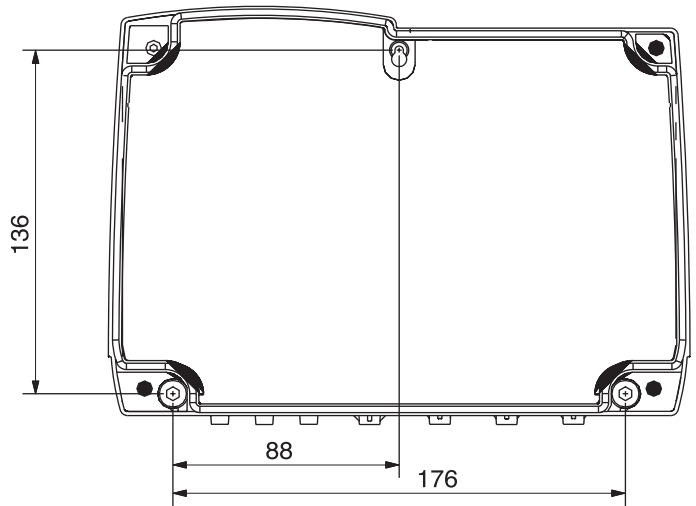

Fig. 2 Plantilla para taladrar (dimensiones en mm)
- ▶ Primero marcar los agujeros de perforación en la pared (ver fig. 2).